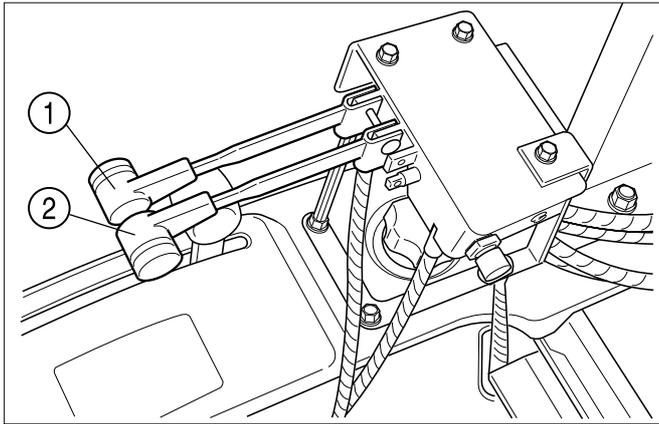

FIG. 54
**Fig. 54 et 55 :** Le levier de commande ①, contrôle le relevage ou l'abaissement de l'outil lorsque l'on utilise le premier jeu de raccords à distance. Le levier de commande ②, contrôle l'outil lorsque l'on utilise le second jeu de raccords à distance (kit à deux tiroirs uniquement).